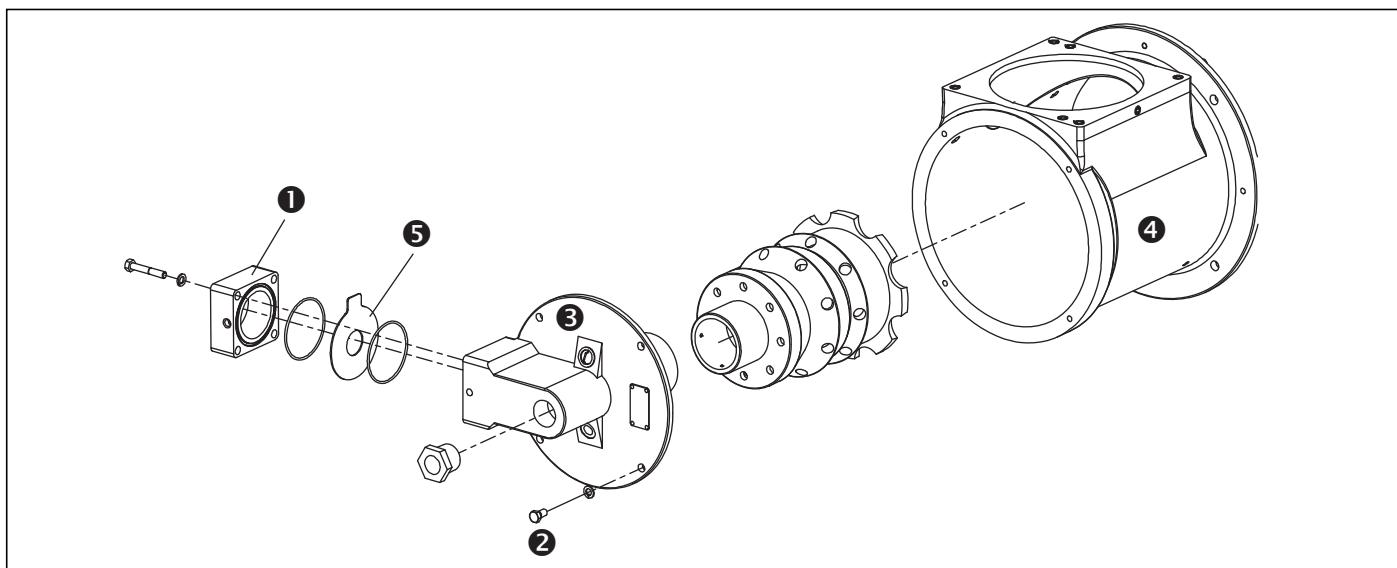

图 5.1.
6. 拆除并清洗孔板 ⑤，参见图 5.1。
- 检查喷嘴和燃烧管 / 耐火砖时无需把燃烧器从燃烧室壁上拆除，也无需进入燃烧室。参见图 5.1。执行以下操作：
- c. 在活接头或燃烧器提供的燃气入口法兰 ① 处断开燃气管道。
- d. 拆除后盖螺栓 ②。
- e. 从燃烧器外壳 ③ 上拆下后盖 ④。